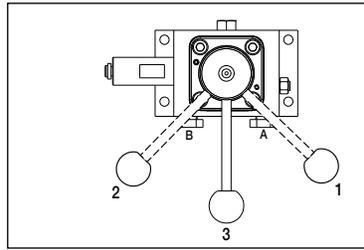

Figura 8
(Ver Figura 8)
4. Gire a alavanca da válvula de controle para a posição neutro/sustentação ("3") (ver figura 8 para posições da alavanca).